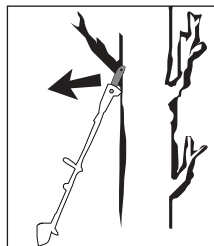

Fig. 2
- Der kan forekomme tilbageslag, hvis spidsen af sværdet **16** rører ved en genstand, eller hvis træet bøjer sig, og savkæden **17** sætter sig fast i snittet (se fig. 2).